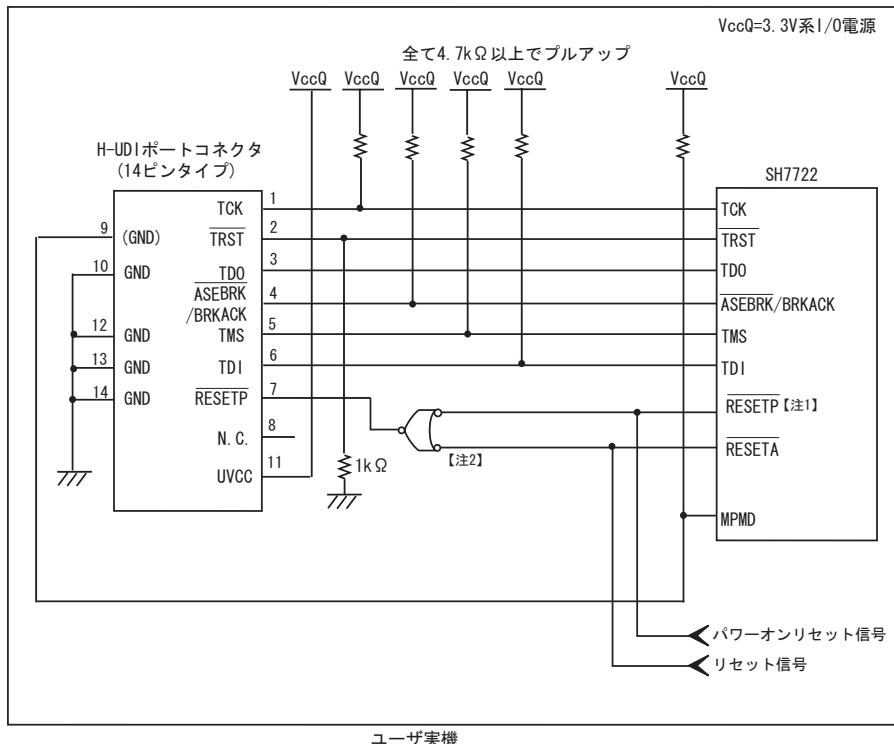

図 1.4 E10A-USB 使用時の H-UDI ポートコネクタ - チップ間の推奨接続例(14 ピンタイプ)
5. /RESETP および/RESETA は図 1.4 を参照し、必要に応じて接続してください。
E10A-USB エミュレータ使用時の H-UDI ポートコネクタ(14 ピンタイプ)とチップ間の推奨接続例を図 1.4 に示します。
3. 図 1.4 は、E10A-USB 接続時 "0"(GND 接続)になるように、E10A-USB のユーザインタフェースケーブルを接続した時、GND となる回路例です。
7. 図 1.4 に記載されている抵抗値は、参考値です。
- 図 1.4 の回路を組んだ場合の E10A-USB エミュレータのスイッチ設定 : SW2=1, SW3=1